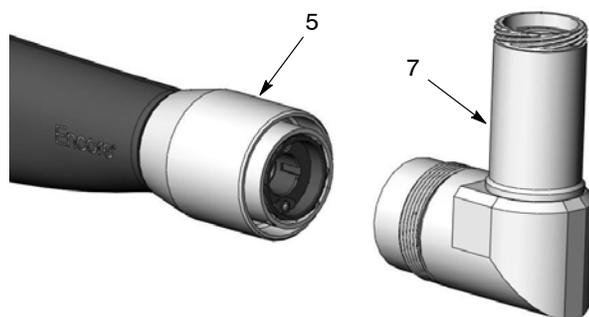

Рис. 6 Монтаж насадки на распылителе
5. См. рис. 6. Смонтировать насадку (7) на распылителе, ориентируя ее согласно рисунку, затем навернуть на насадку гайку корпуса (5). Затянуть гайку от руки.
3. См. рис. 6. Отвернув гайку корпуса, снять насадку с распылителя.
1. См. рис. 6. Смонтировать корпус насадки на распылителе, сориентировав ее как нужно, а затем навернуть на насадку гайку корпуса. Затянуть гайку от руки.